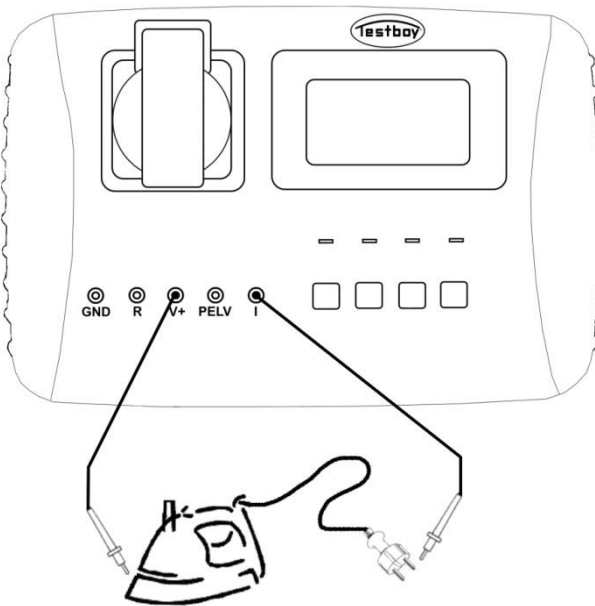

Figura 4
- | Medição usando os cabos de teste (Figura 4)